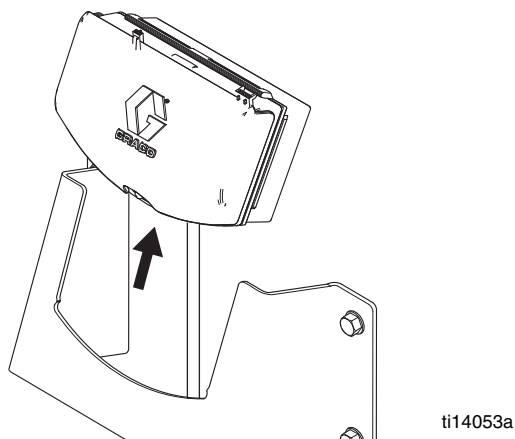

Fig. 3. Ta bort DataTrak
2. Ta bort DataTrak-modulen från fästet. Se Fig. 3.